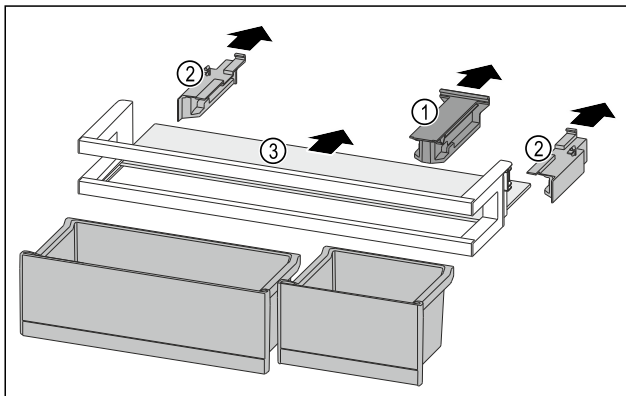

Fig. 170
- ▶ Halteteil Fig. 170 (1) abziehen.
- ▶ Seitenteile Fig. 170 (2) abziehen.
- ▶ Abstellfläche Fig. 170 (3) entnehmen.